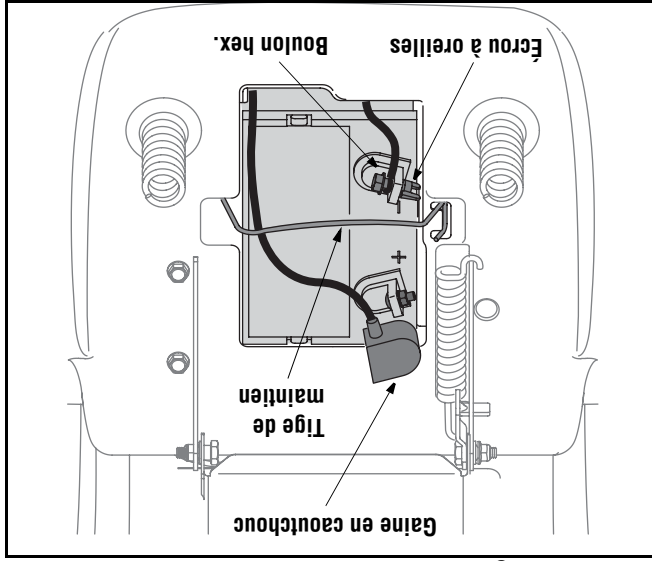

Figure 1
- Assurez-vous la tige de maintien est sur la batterie. Voir la Figure 1.